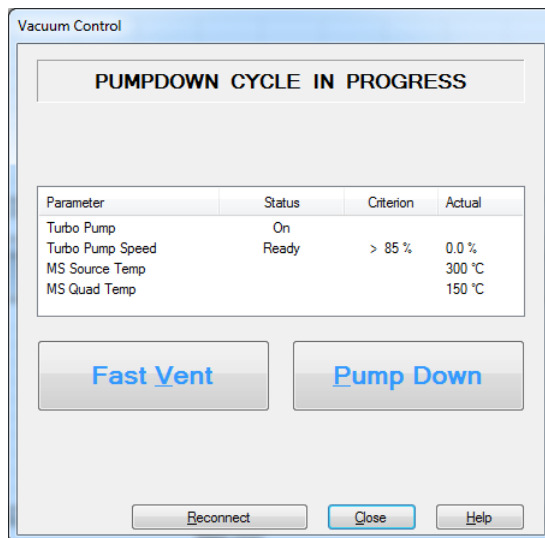

Abbildung 45. Dialog zur Vakuumsteuerung
- 2 In der **Instrument Control** view (Ansicht Gerätesteuerung) im **Instrument menu** (Menü Geräte) wählen Sie **MS Vacuum Control** (MS Vakuumsteuerung), um den Dialog **Vacuum Control** (Vakuumsteuerung) anzuzeigen. (Siehe **Abbildung 45** auf Seite 150.)